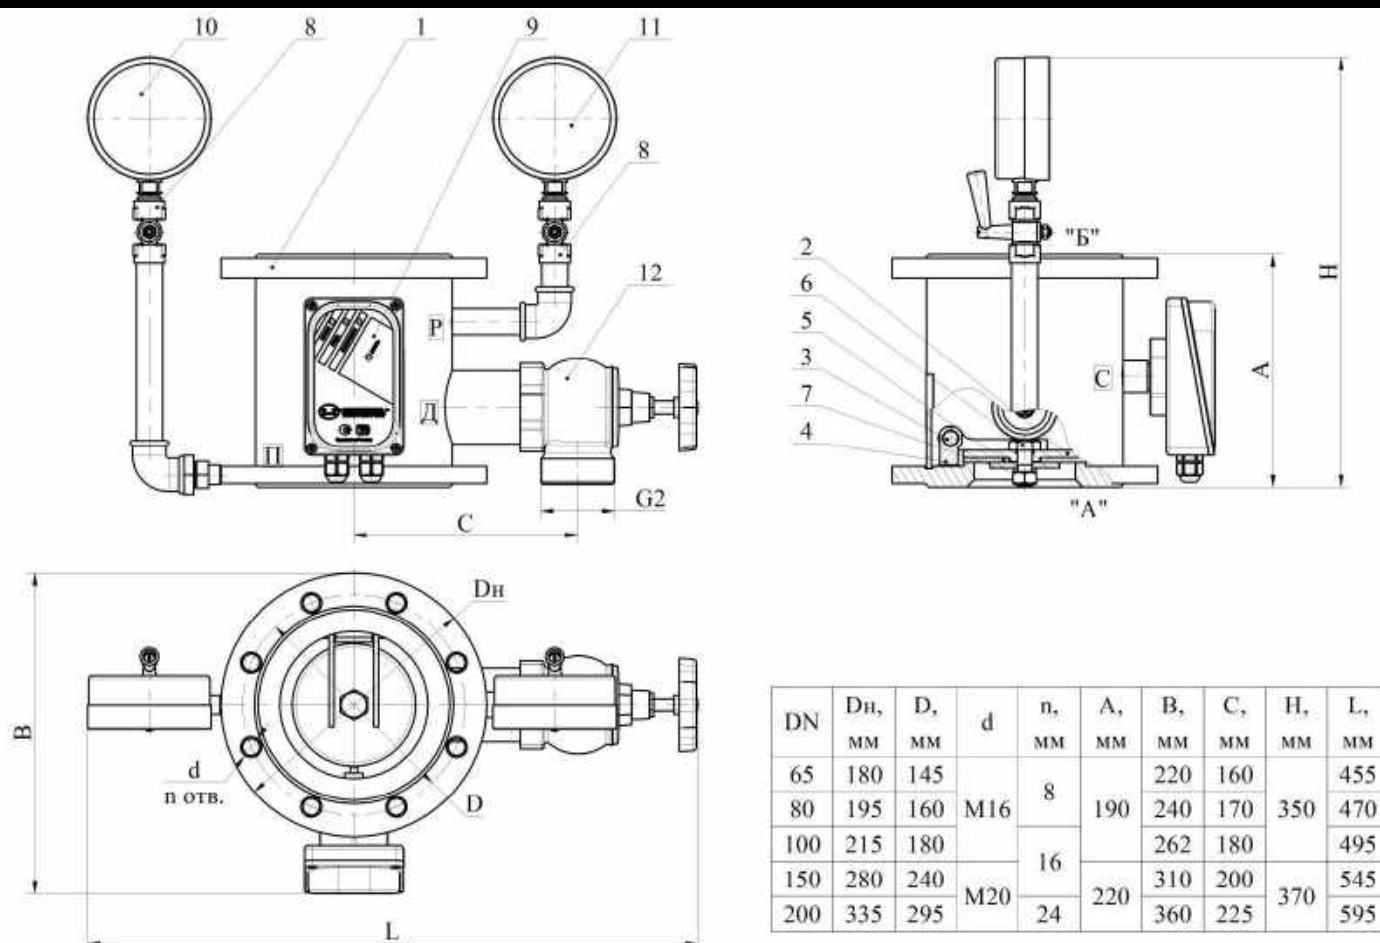

Рисунок 1 - Узел управления спринклерный водозаполненный «Шалтан»
5.1.1 УУ (рисунок 1) состоит из корпуса 1 с входным "А" и выходным "Б" отверстиями, затвора 2, установленного шарнирно на оси 3, зафиксированной от смещения за счет корпуса 1 и опоры 4, которая прижимается к седлу. Необходимое уплотнение обеспечивается резиновой пластиной 5, закрепленной на затворе при помощи болта 6 с гайкой 7. В корпусе для установки сигнализатора потока жидкости «Стрим» служит сигнальное отверстие "С", для контроля состояния служат рабочее "Р" и побудительное "П" отверстия. Дренажное отверстие "Д" предназначено для быстрого слива жидкости при техническом обслуживании.